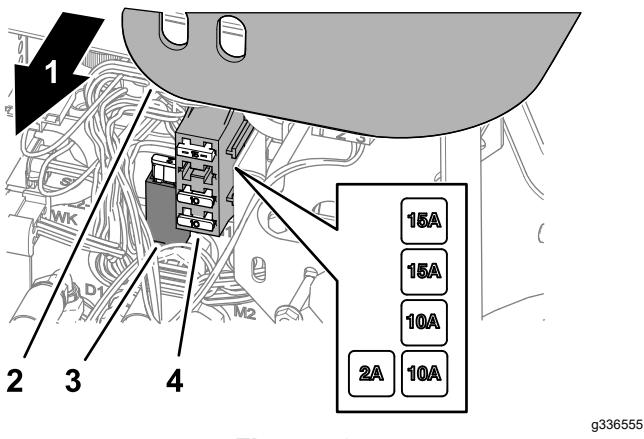

Figure 73
2. Soulevez et déposez le couvercle du bras de commande (Figure 73).
3. Localisez le fusible ouvert dans le porte-fusibles ou la boîte à fusibles (Figure 73).
5. Reposez le couvercle sur le bras de commande (Figure 73).